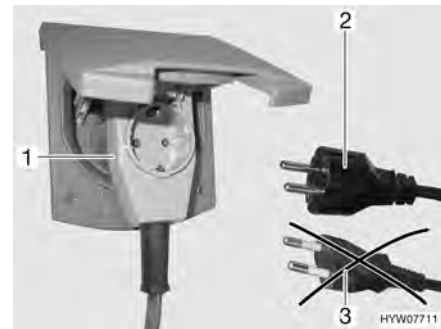

Bild 137 Anslutning till en vinkelkontakt med uttag
- ▶ Vid användning av en CEE 17-vinkelkontakt med uttag på baksidan (Bild 137,1) får endast en gummerad och förseglad IP 44-stickkontakt med skyddskontakt (Bild 137,2) användas. Använd inga stickkontakter utan skyddskontakt (Bild 137,3). Risk för strömstöt!